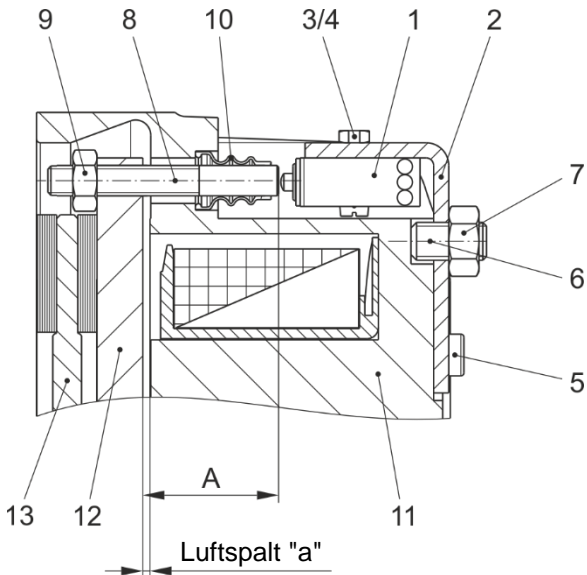
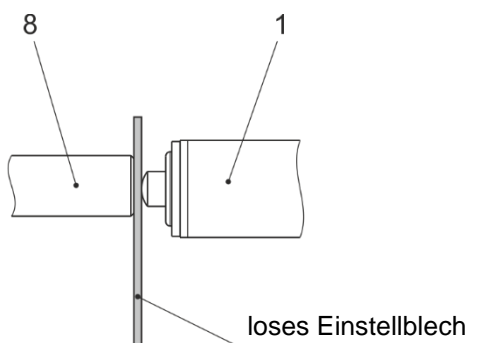

Bild 1 (Größen 16 bis 60 / BRE 20 bis 60)
Bild 2 (alle Größen)
Montage und Einstellung bei Größe 16 bis 60 (BRE 20 bis 60 / Bild 1 und 2)
1. Bolzen (8) am Gewinde mit Loctite 270 bestreichen, **magnetspulenseitig von Hand** in Ankerscheibe (12) auf **Maß A** (Bild1) eindrehen und mittels Sechskantmutter (9) kontern.
2. Faltenbalg (10) in den Spulenträger (11) mit Hilfe von Loctite 480 einkleben und **aushärten** lassen.
3. Mikroschalter (1) mit Uhu 300 Endfest bestreichen und mit Zylinderschrauben (3) und Sechskantmutter (4) mit **Anzugsmoment 0,15 Nm** an Winkel (2) anschrauben.
4. Zylinderschrauben (5) am Gewinde mit Loctite 270 bestreichen und Winkel (2) inkl. Mikroschalter (1) mittels Zylinderschrauben (5) an Spulenträger (11) anschrauben.
5. Gewindestift (6) mit aufgesetzter Sechskantmutter (7) max. 3 Umdrehungen in Winkel (2) eindrehen.
6. Ankerscheibe (12) gemäß zugehöriger Bremsen-Bedienungsanleitung mit Hilfe beider Ansatzschrauben am Spulenträger (11) anschrauben und **Luftspalt überprüfen**.
8. Prüflampe oder Messgerät (Einstellung Diodenprüfung) an Mikroschalter (1) anschließen (Schließer = schwarz und blau).
9. Loses Einstellblech **0,15 mm** zwischen Schalterstößel (1) und Bolzen (8) schieben, siehe Bild 2.
1. Faltenbalg (10) in den Spulenträger (11) mit Hilfe von Loctite 480 einkleben und **aushärten** lassen.
2. Zylinderschrauben (3) am Gewinde mit Loctite 270 bestreichen und Mikroschalter (1) mit Hilfe der Zylinderschrauben (3) an Winkel (2) anschrauben.
3. Zylinderschraube (4) am Gewinde mit Loctite 270 bestreichen und Winkel (2) inkl. Mikroschalter (1) mittels Zylinderschraube (4) an Spulenträger (11) anschrauben.
4. Zylinderschraube (5) in Spulenträger (11) eindrehen, anziehen und wieder leicht lösen.
5. Gewindestift (6) mit aufgesetzter Sechskantmutter (7) in Winkel (2) eindrehen bis ein Spaltmaß von "0,8 +0,3 mm" (Bild 2) zwischen Winkel (2) und Spulenträger (11) entsteht und anschließend mit Sechskantmutter (7) kontern.
6. Bolzen (8) **magnetspulenseitig von Hand** in Ankerscheibe (12) auf **Maß "A"** (Bild1) eindrehen und mittels Sechskantmutter (9) kontern.
7. Ankerscheibe (12) gemäß zugehöriger Bremsen-Bedienungsanleitung mit Hilfe beider Ansatzschrauben am Spulenträger (11) anschrauben und **Luftspalt überprüfen**.